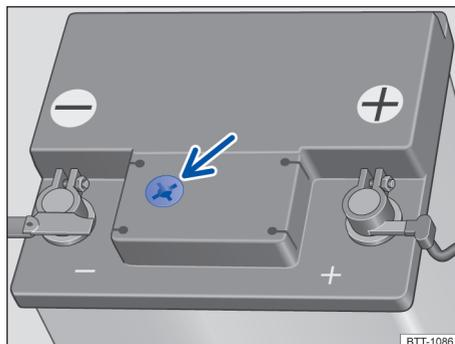

Fig. 188 No compartimento do motor: exemplo de posição do visor no lado superior da bateria do veículo.
- O visor redondo → Fig. 188 na parte superior da bateria do veículo muda de cor conforme o nível do eletrólito.